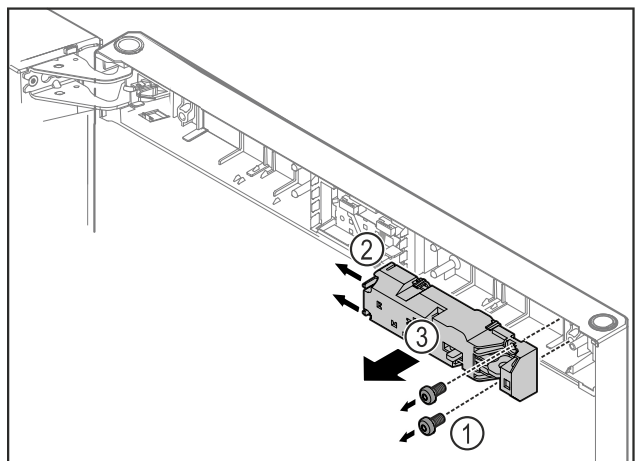

Fig. 12
- ▶ Отстранете винтовете Fig. 12 (1).
- ▶ Натиснете фиксиращия палец Fig. 12 (2) настрани и свалете дистанционната ключалка Fig. 12 (3).